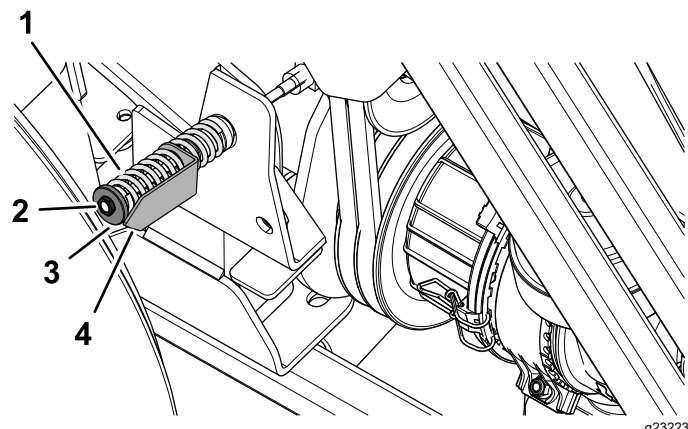

Bild 89
5. Drehen Sie ggf. die Mutter für die Spannscheiben-Spannvorrichtung, bis der Pfeil der Spannungsanzeige mit der äußeren Oberfläche der Scheibe ausgefluchtet ist (Bild 89).
8. Lockern Sie die Mutter für die Spannscheiben-Spannvorrichtung, siehe Bild 89 in Prüfen der Spannung des Zapfwellenriemens \(Seite 68\).